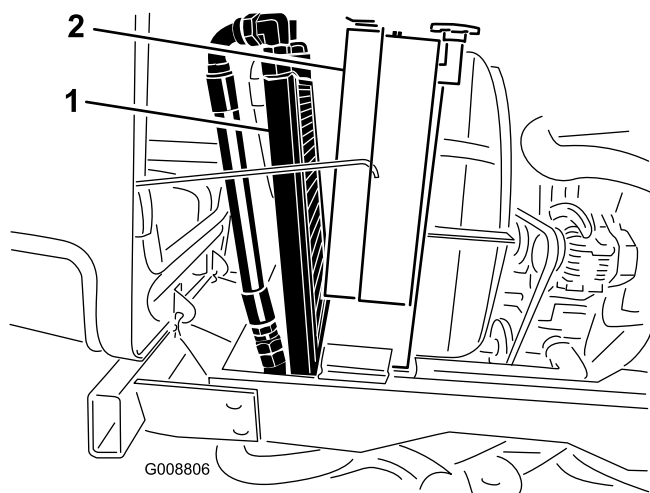

Figure 62
3. Basculez le refroidisseur d'huile en arrière. Nettoyez soigneusement les deux côtés du refroidisseur et la surface autour du radiateur (Figure 62) à l'air comprimé. Commencez par le côté ventilateur et soufflez les débris vers l'arrière. Nettoyez ensuite en soufflant de l'arrière vers l'avant. Répétez cette procédure plusieurs fois jusqu'à ce qu'il ne reste plus aucun débris.